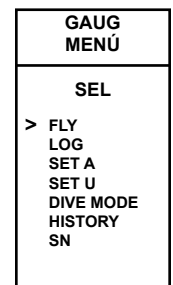

Fig. 106 - PANTALLA ALT. 2 MODO GAUG EN SUPERFICIE
**PANTALLA ALT 2 DEL MODO GAUG EN SUPERFICIE** - Ésta es la información mostrada (Fig. 106):